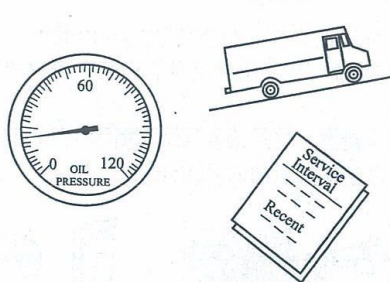

图 1-326 机油压力偏低情况分析
(3) 机油压力偏低 润滑系统故障可能会导致机油压力偏低或无油压。当发现机油压力偏低时, 需要检查发动机的运行状况, 例如是否发生在机油更换后, 或在坡道上急速运行时出现这种情况, 见图 1-326。